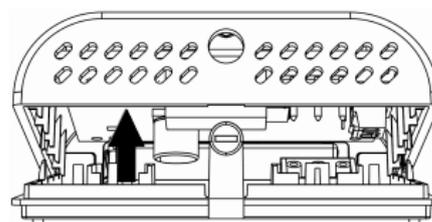

Fig. 5
- 3** Girar la tapa ejercitando una ligera presión hasta extraerla completamente (Fig. 5).